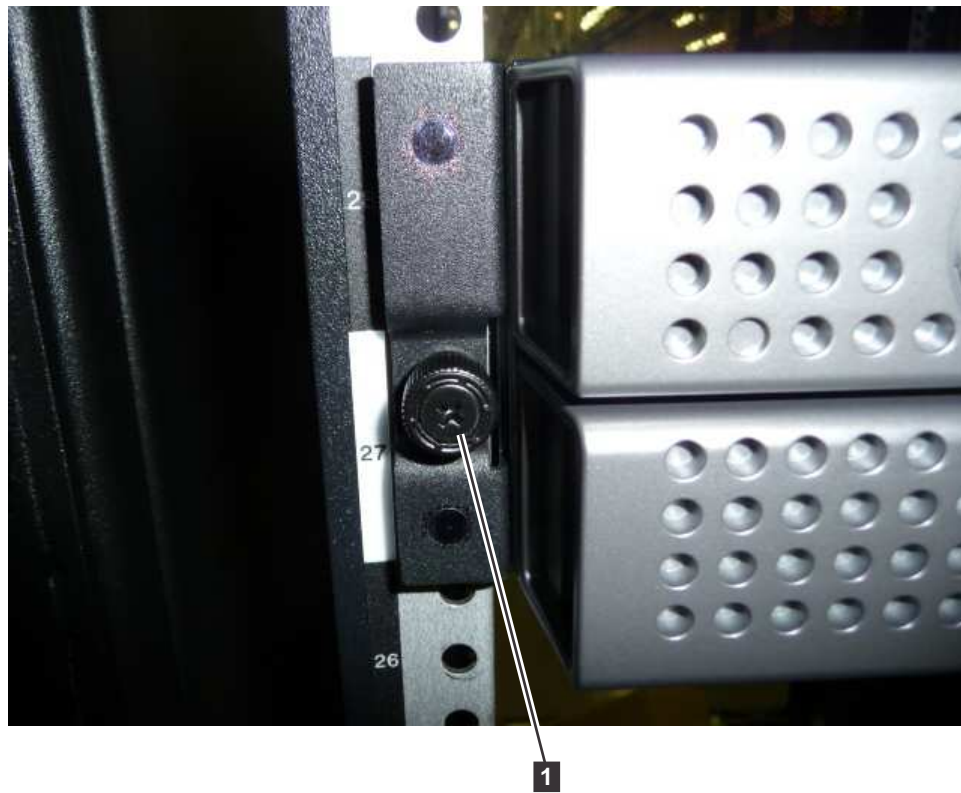
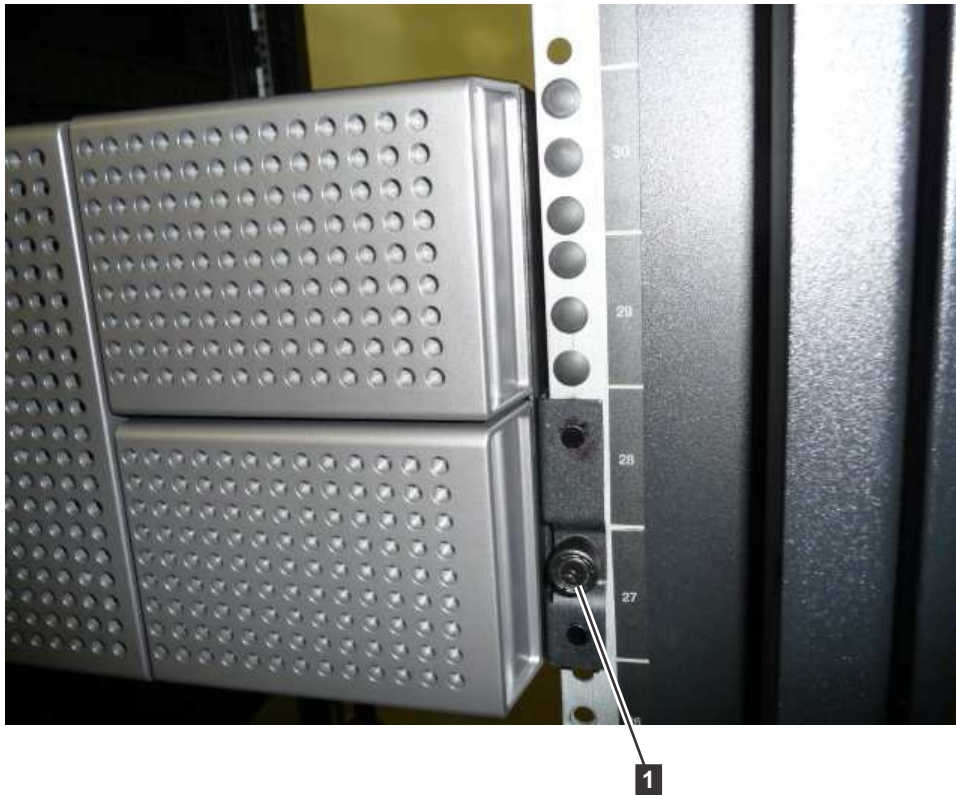

Figura 35. Fijación de la biblioteca de 2U al bastidor
Figura 36. Fijación de la biblioteca de 4U al bastidor
8. Mediante un destornillador n°2 de Phillips, fije la biblioteca al bastidor (consulte la Figura 35 en la página 51 o Figura 36 en la página 52) colocando un tornillo en el orificio central de cada pieza de
9. Instale las cubiertas redondas o cuadradas en los orificios del bastidor para la biblioteca de 4U, tal como se muestra en la Figura 36. Hay 6 cubiertas para cada lado y para un total de 12.